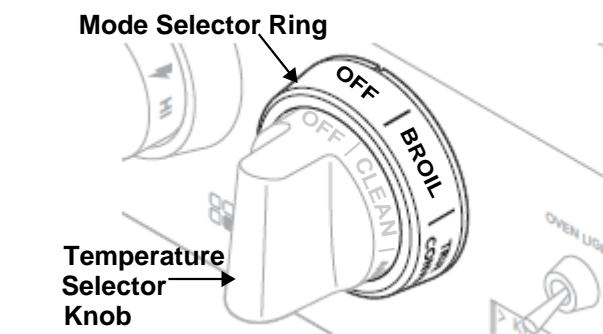

Figura 31: Mode Selector Ring & Temperature Knob
2. Gire la perilla de control de temperatura (vea la figura 31) a la posición deseada.
2. Ajuste el anillo de selección de modo (Figura 31) a Bake (Hornear), Convection Bake (Hornear por convección o Roast (Asar).